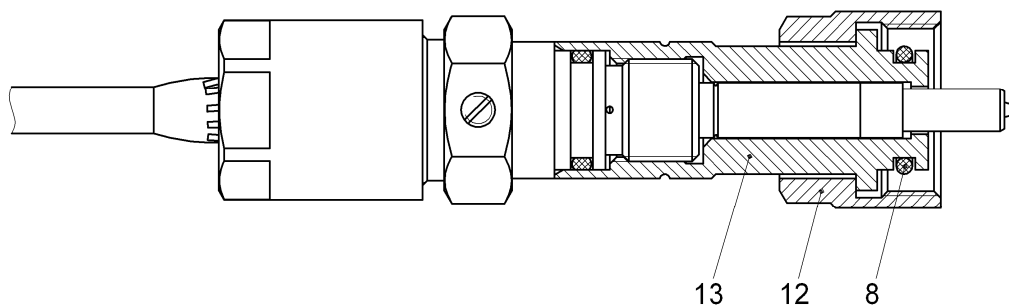

Рисунок 6
5.13 Установить на корпус 13 накидную гайку 12. Осмотреть резиновые уплотнительные кольца 8, установленные в канавках корпуса 7 и 13, убедиться в отсутствии повреждений и дефектов. При необходимости смазать кольца маслом согласно таблице 1 или смазкой ЦИАТИМ 221 ГОСТ 9433-80. Собрать вилку, затянув корпус 13 крутящим моментом 20 Н·м (см. рис. 6).